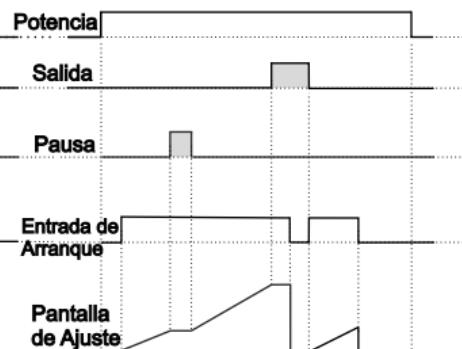

Figura 3.4
3.2.2 Si Conteo Ascendente **dEct**=0 y **butF** es **bFF**, el diagrama de control se muestra la figura 3.4.